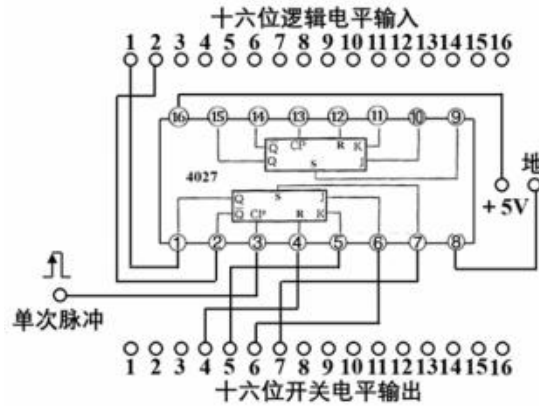

图 6 验证 JK 触发器逻辑功能实验电路
⑥关断交流电源开关, 关断直流稳压电源的 5V 电源开关, 拆除所有的连接导线, 拔下 CD4043 集成块。
- ①关断交流电源开关, 关断直流稳压电源的 5V 电源开关。
- ②把 CD4027 集成块插入实验装置上的一个 16 脚集成块插座中, 然后按图 6 所示的实验电路进行线路连接。
- ③对照图 6, 逐一检查每根导线连接是否正确无误且没有遗漏。
④确认线路连接正确无误后, 接通交流电源开关, 接通直流稳压电源的 5V 电源开关。
⑤按表 2 的顺序把十六位开关电平输出中的第 4 位、第 5 位、第 6 位和第 7 位开关依次拨到相应位置, 并按一下单次脉冲冲按钮开关, 同时分步观察十六位逻辑电平输入中的第 1 只和第 2 只发光管的亮灭情况, 把实验结果填入表 2 中。